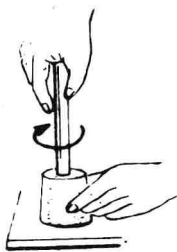

图 6
* 5. 塞子的钻孔 在胶塞上钻孔时应选择比要插入塞子的玻璃管略____一些的钻孔器,钻孔时,把胶塞直立在桌上,____向上。在要钻孔的部位,使钻孔器与塞面____以____方向向下转动(图 6)。